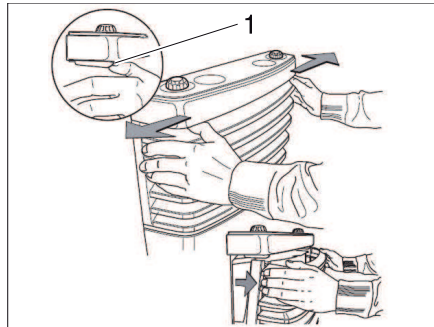

Bild 99 Heizungsverkleidung abnehmen
- Heizungsverkleidung abnehmen. Dazu die Verschlussfedern (Bild 99,1) seitlich nach außen drücken, Verkleidung nach vorn schwenken und aus den unteren Lagern heben.